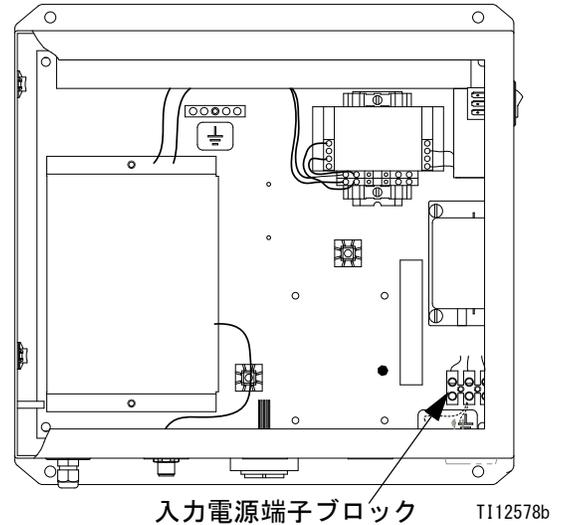

図 12. 主電源接続
- EasyKey 内部の L1、N、接地配線の接続については、図 12 と **システムの電気回路図**、32 ページおよび **を**参照してください。